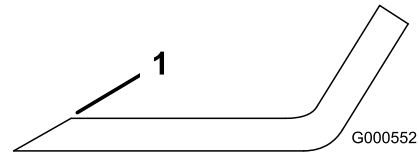

Figura 71
1. Utilice una lima para afilar el filo de corte en ambos extremos de la cuchilla (Figura 71).
**Nota:** Si la cuchilla no está equilibrada, rebaje algo el metal en la parte de la vela solamente (Figura 71).